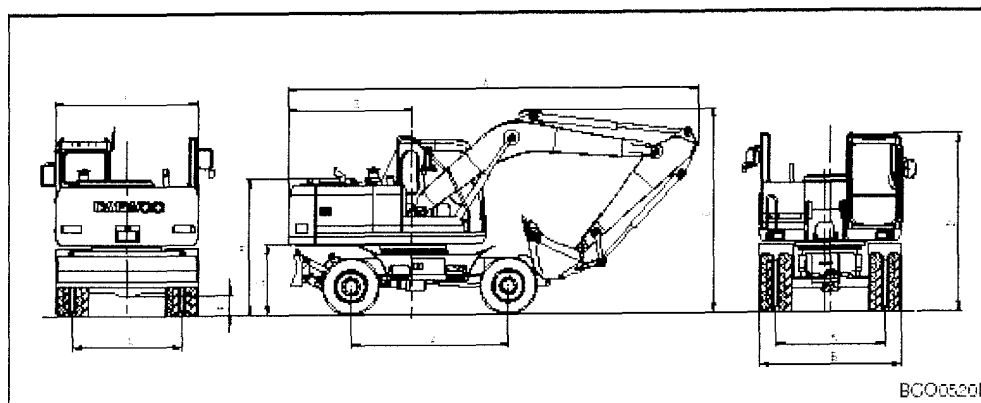

Figura 5
7. Consulte la Tabla de dimensiones para el transporte para averiguar la altura y la anchura general de la máquina. (Ver Figura 5.) Asegúrese de colocar la excavadora tal y como se muestra en las figuras. Si no se transportan en esta posición, la altura puede sufrir variaciones.